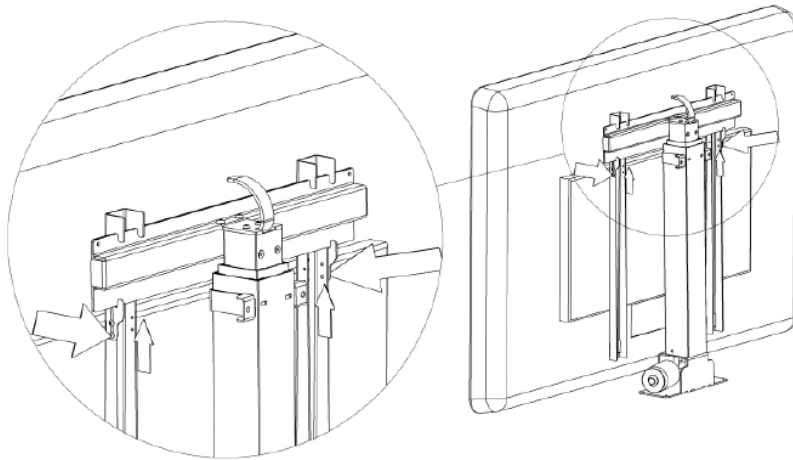

fig. 8
51. Appendere il televisore con le travi verticali montate sulla trave orizzontale del sollevamento (fig. 8). Per facilitare l'assemblaggio, è possibile sollevare il sollevamento nella posizione aperta.
52. Spostare il blocco delle travi verticali seguendo la direzione della freccia (fig. 8), quindi serrarlo con la chiave a brugola fornita.